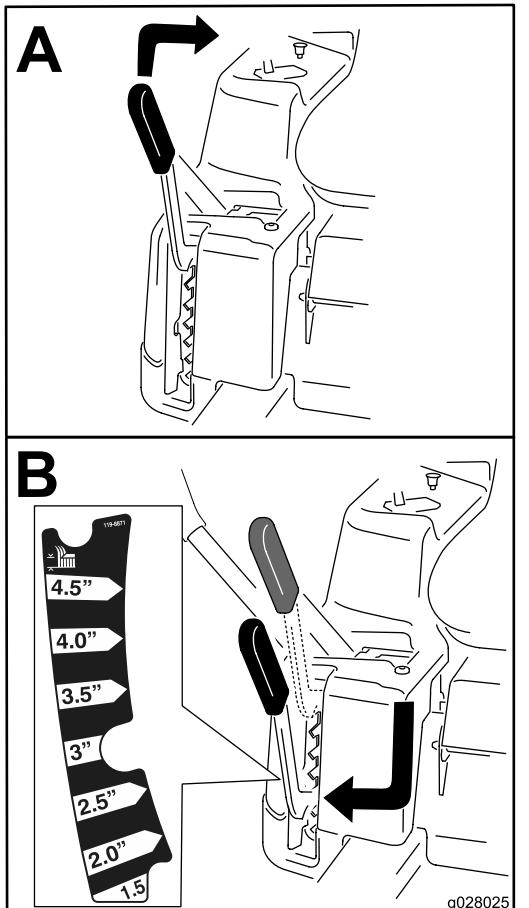

Figura 22
**Nota:** La posición de transporte es la posición de altura de corte más alta, 115 mm (4½"), según se muestra en Figura 22.
La altura de corte es controlada por la palanca situada a la derecha del puesto del operador (Figura 22).